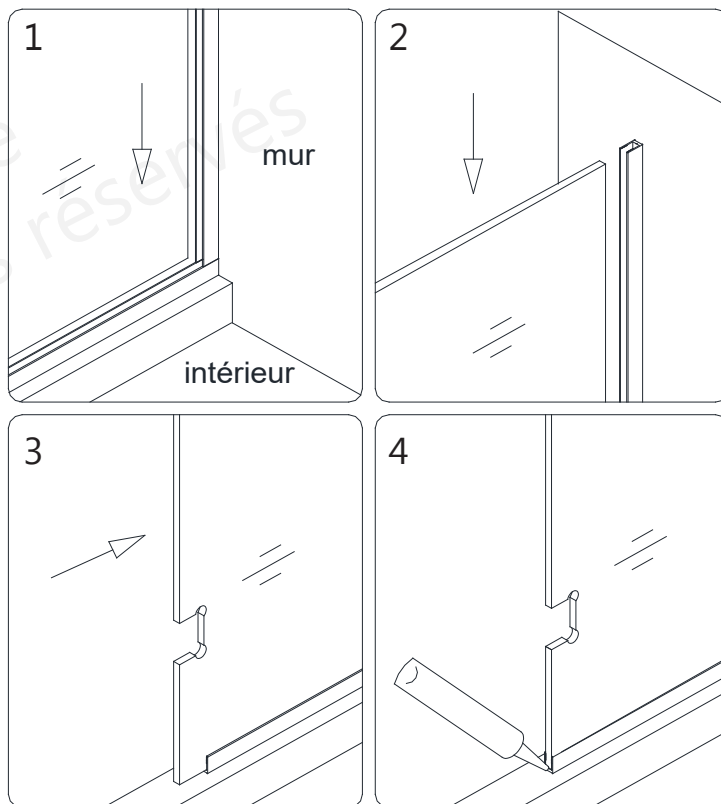

Fig 15a
15. Installez le **panneau vitré avec charnière (N° 32)** dans le **profilé en U inférieur 2 (N° 29)** et le **profilé en U vertical 1 (N° 09)**. Appliquez un peu de silicone sur l'extrémité apparente du profilé en U inférieur. **(Fig 15a and 15b)**